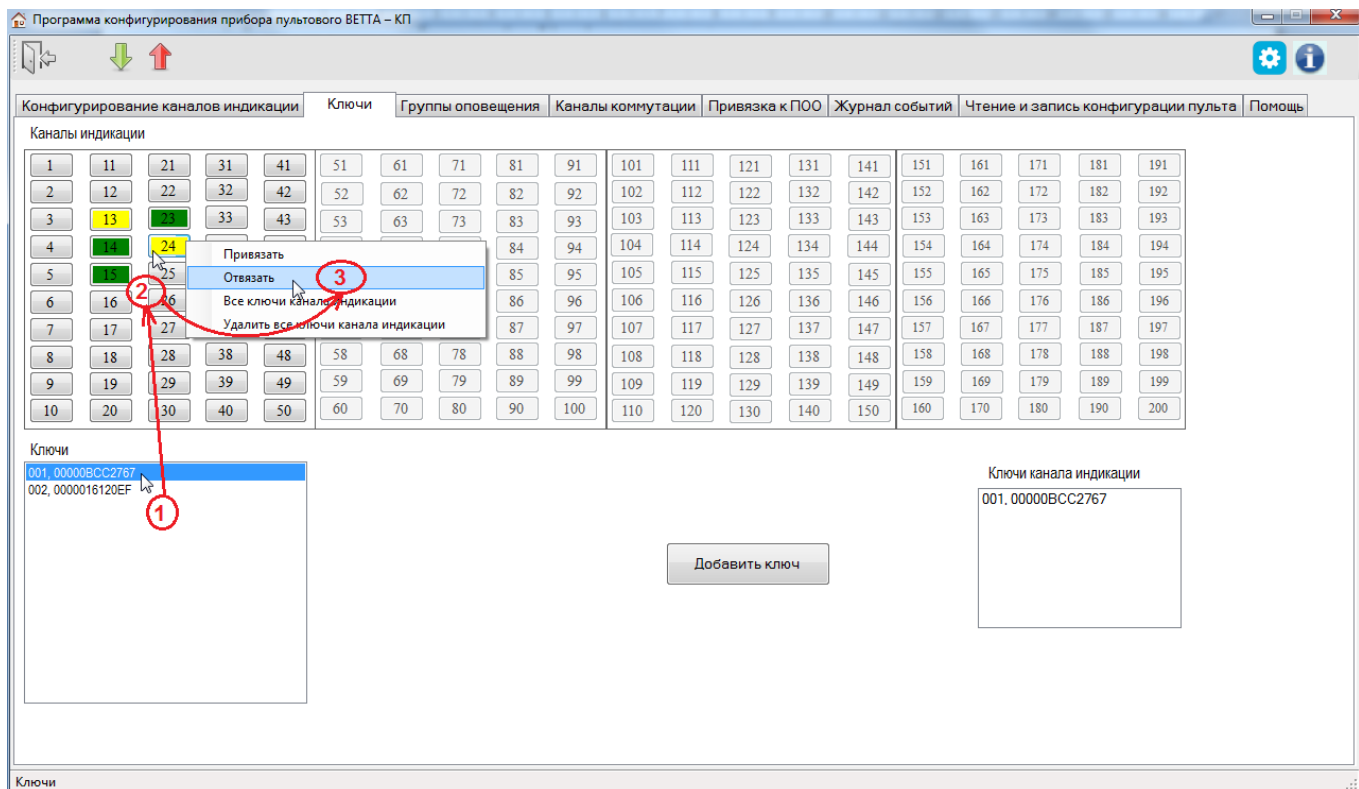

Рис. 26. Отвязка ключа от каналов индикации
4) После завершения чтения текущей конфигурации и запуска основного окна программы-конфигуратора, перейдите на вкладку «Ключи» (Рис. 26).
5) Выделите в списке «Ключи» отвязываемый ключ (рис. 26, шаг 1). В области «Каналы индикации» будут отображены зелёным цветом каналы индикации, к которым он привязан.
6) Выделите (подсвечиваются жёлтым цветом после клика левой кнопки мыши) все каналы индикации, от которых требуется отвязать ключ (Рис. 26, шаг 2).
7) Вызовите правой кнопкой мыши контекстное меню и выберите команду «Отвязать» (Рис. 26, шаг 3). Ключ будет отвязан от выбранных каналов индикации, цвет каналов изменится с зелёного на серый.